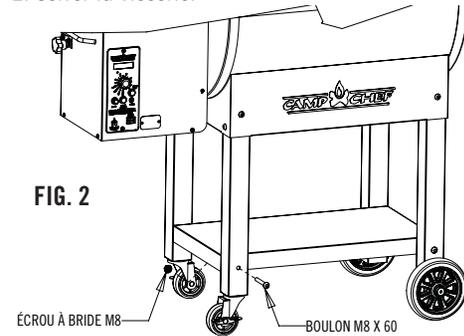

FIG. 2
- Installez étagère du bas, comme indiqué sur la Fig 2 par l'installation de matériel de chacun des quatre coins.